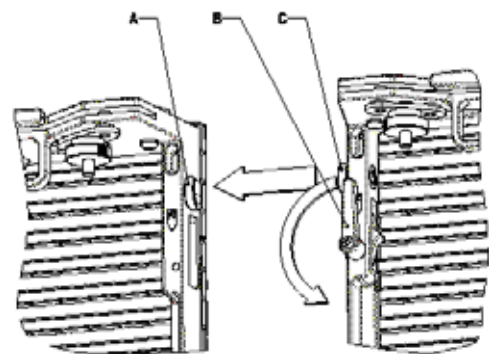

Bild 13: Horizontale Verriegelung in einer flachen Videowand
- Siehe Bild 13. Richten Sie beide Module horizontal aus. Drehen Sie beide Hebel **B** des Moduls mit den Verriegelungen gegen den Uhrzeigersinn. Beide Verriegelungen **C** müssen vollständig in die Aufnahmen **A** am anderen Modul eingreifen.
8. Installieren Sie die Konusse (siehe Bild 13) an den Seiten der Module und Header, bevor Sie mit den Modulen gerade Videowände aufbauen.